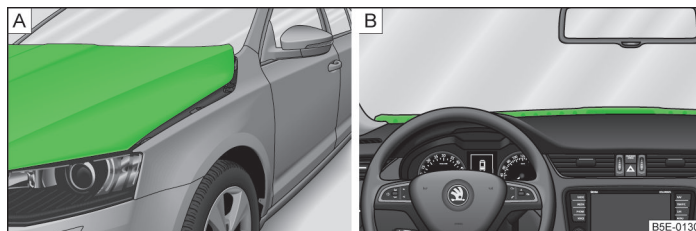

Fig. 138 Capó levantado
- » el capó está levantado » fig. 138 - A;
- Ajustar la altura del asiento de tal forma que el capó levantado no limite la visibilidad hacia adelante » fig. 138 - B. ¡No continuar la marcha si con la posición del asiento elevada la visibilidad permanece limitada!